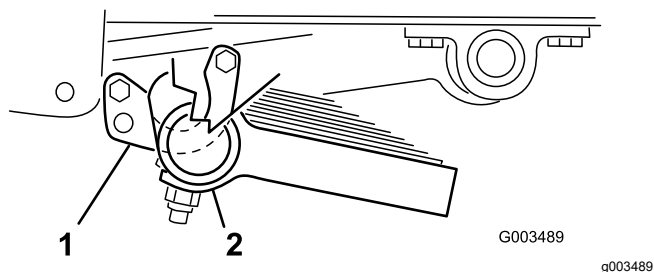

Figura 12
3. Sujete la parte delantera de cada abrazadera al tubo con un perno (5/16" x 1") y una contratuerca (5/16") (Figura 12).